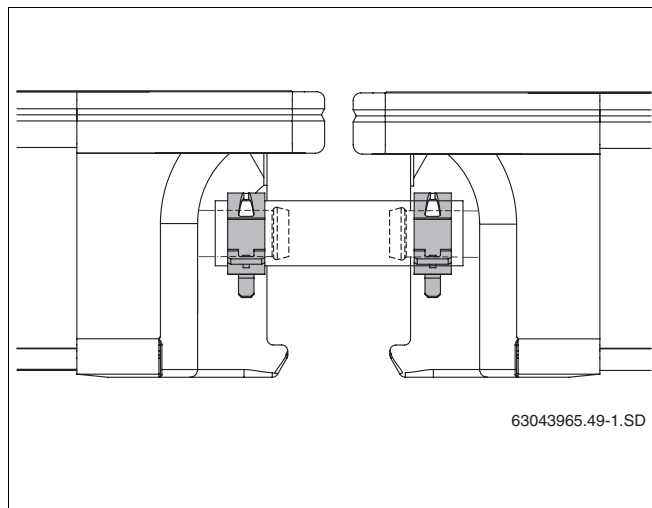

Рис. 28 Шланг солнечного коллектора с фиксирующими пружинными хомутами
- Зажмите все шланги на штуцерах коллектора пружинными хомутами (рис. 28).